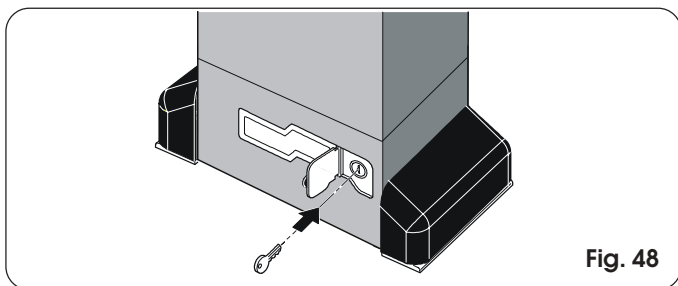

Fig. 48
- 1) Aprire lo sportellino di protezione ed inserire l'apposita chiave in dotazione nella serratura (Fig. 48).